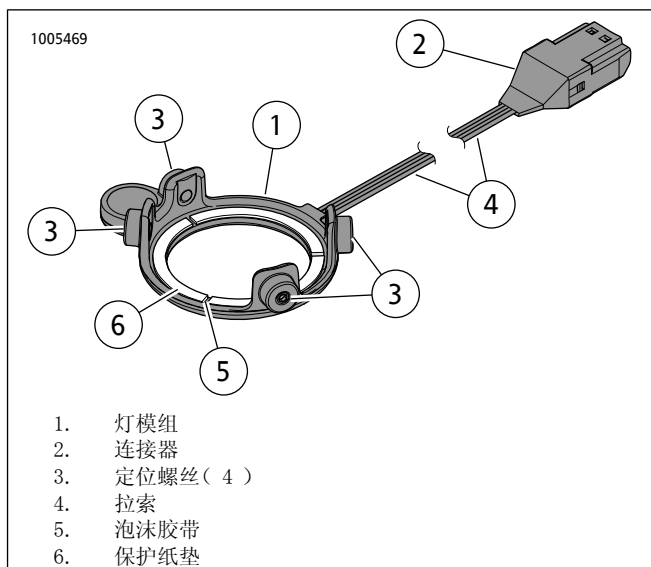

图9. 圆形Stage I扬声器LED灯
3. 参见图9。从灯模组(1)背面的泡沫胶带(5)去掉保护纸垫(6)。